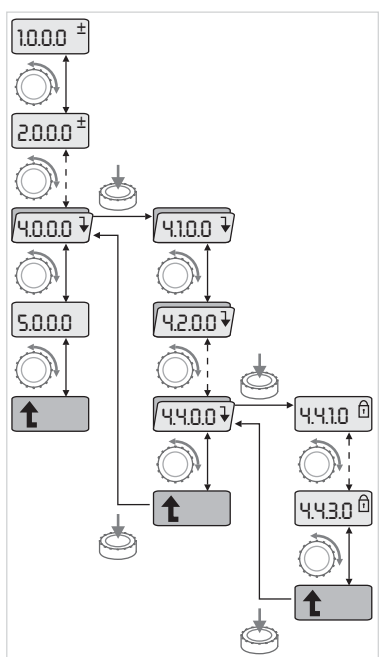

Fig. 30 : Exemple de navigation
- Procéder à la navigation normale dans le menu comme suit (exemple, voir fig. 30) :